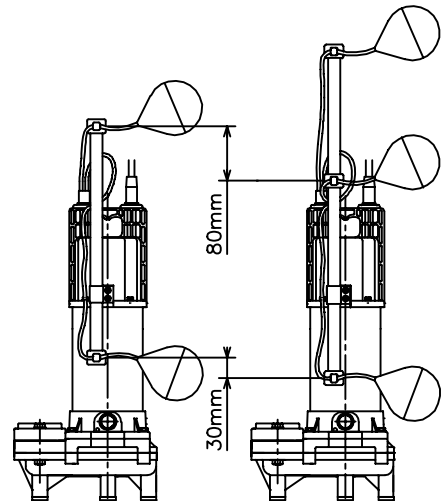

図 6
(11) 自動交互形ポンプ(PVT 型)は、PVT 型と PVA 型を組にしてはじめて自動交互運転が行われます。図 6 の通りにフロートの位置を設定してください。フロートの位置関係が狂いますと正常な動作をしなくなる場合があります。
(12) 槽内に満水警報の設置を推奨します。当社にて警報盤と水位制御用フロートスイッチを用意していますのでご用命ください。
(13) 自動運転装置に電極棒をご使用の場合は、汚物が電極棒にからんだり油の付着により誤動作を起こす場合がありますのでご注意ください。
(14) 着脱装置の据付は、着脱装置に付属の「水中ポンプ用着脱装置」の取扱説明書により行なってください。